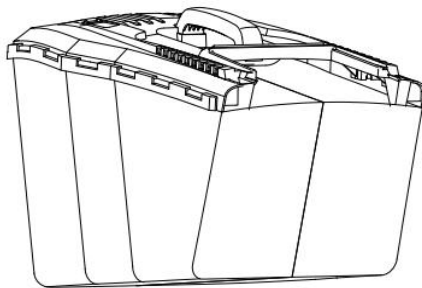

Рис. 4
- a. Вставьте защелку рукоятки (15а) в отверстия в верхней части травосборника (15).
- c. Сдвиньте зажимные втулки (15с) на раму (15b) (Рис. 4).